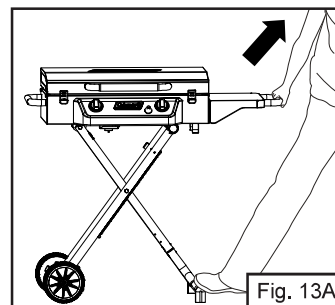
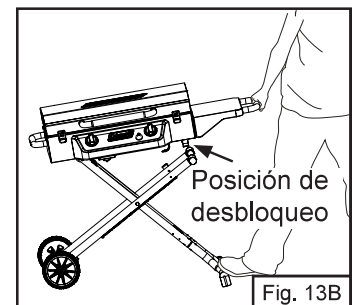
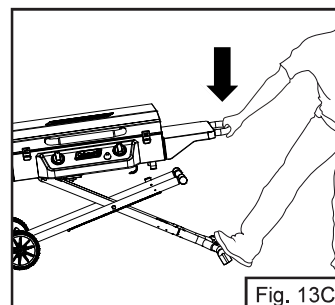

Fig. 13A
Fig. 13B
Fig. 13C
1. Coloque un pie en el asa de remolque, agarre el asa de transporte y levántela hacia usted (Fig. 13A). Ahora las patas están desbloqueadas de los soportes en forma de gancho rojo situados bajo el aparato (Fig. 13B). Deje que el aparato baje (Fig. 13C). Las ruedas rodarán en sentido contrario a usted. Ahora está en la posición plegada o colapsada. Empuje suavemente el asa de transporte para que las patas queden bien aseguradas. Ahora podrá agarrar el asa de transporte y poner el aparato parado.